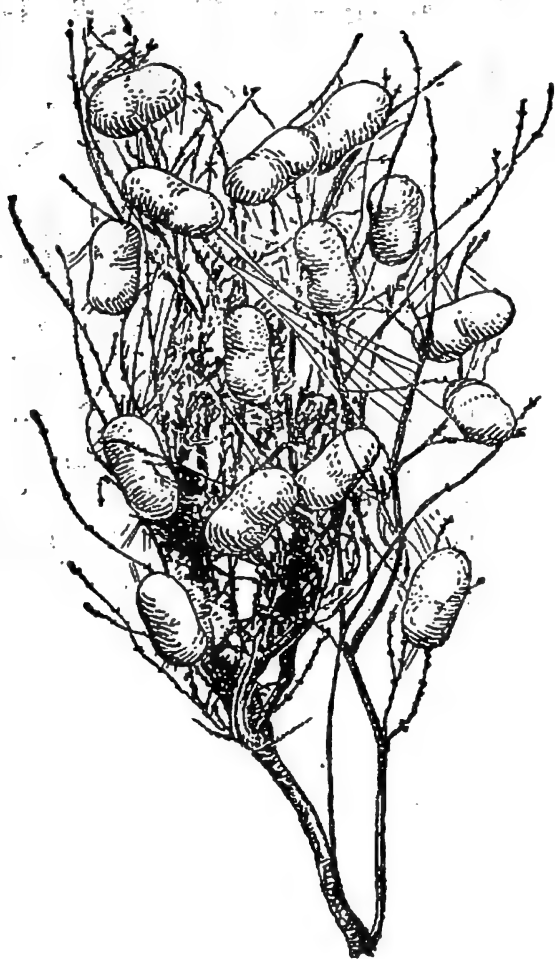

Fig. 7. — Des cocons de vers à soie sur un rameau de bruyère.
**7. La soie.** — Elle est produite par une chenille nommée *ver à soie* que l'on élève, en France, dans la vallée du Rhône et qui se nourrit de feuilles de mûrier. Avant de devenir un papillon, cette chenille s'entoure d'une enveloppe, le *cocon* (fig. 7), constitué par un seul fil enroulé, extrêmement mince, dont la longueur peut atteindre 500 mètres. On dévide ensemble plusieurs cocons pour avoir un fil assez résistant. Ce fil est brillant, très doux au toucher; c'est lui qui donne les plus beaux tissus.